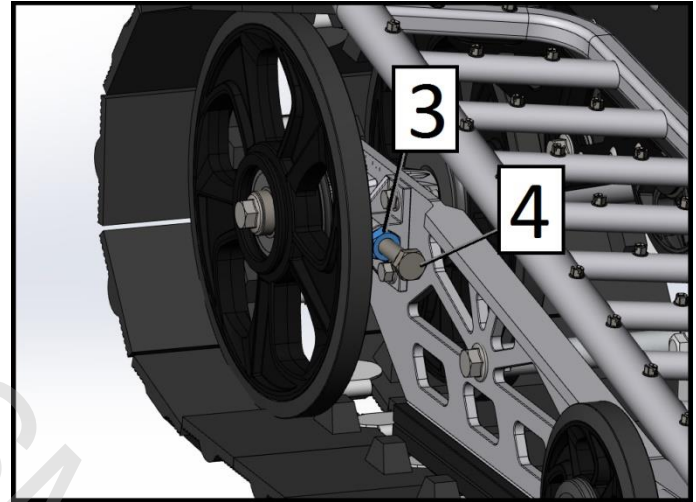

Рис. 26
4. Ослабьте контргайки регулировочных болтов (поз. 3, рис. 26).
5. Подтяните или ослабьте оба регулировочных болта (поз. 4, рис. 26) на равную величину угла поворота (количество оборотов) для увеличения или уменьшения натяжения гусеницы.